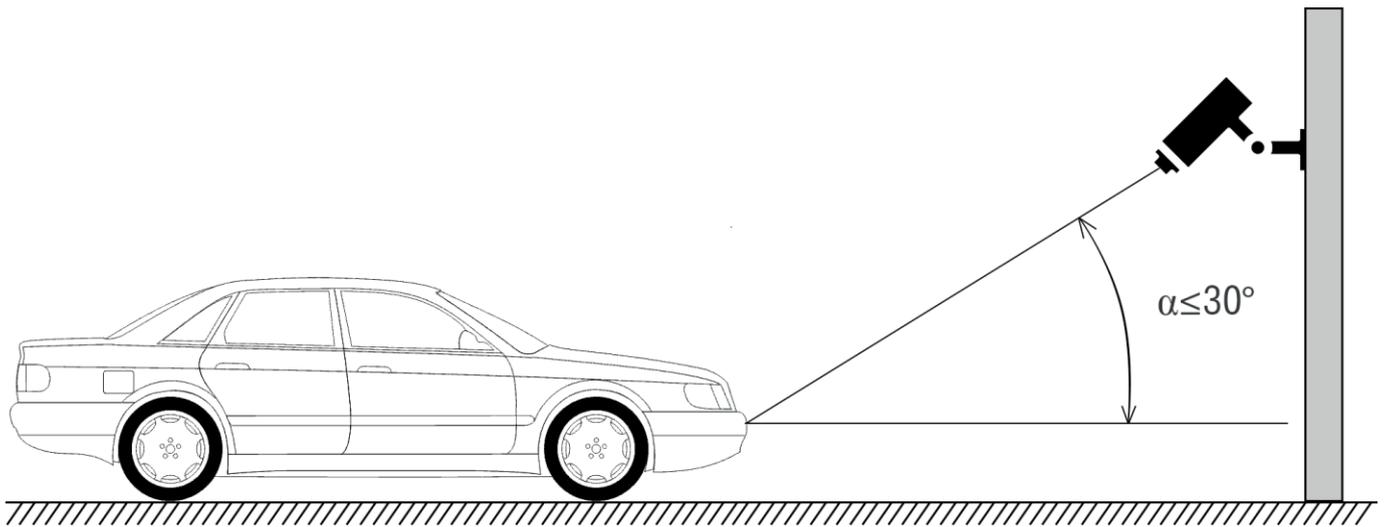
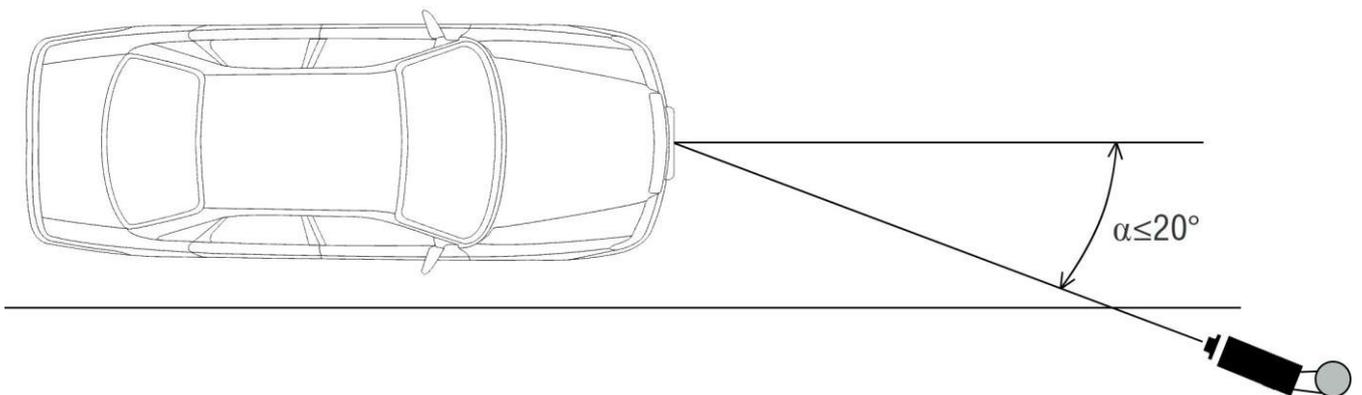

Рис. 2 Вертикальная установка камеры
Рис. 4 Угол установки видеокамеры по горизонтали
- ✓ Максимальный наклон видеокамеры, выражается в градусах по вертикали и горизонтали. Типовые значения составляют, не более 30 градусов по вертикали (рисунок 2, 3), не более 20 градусов по горизонтали (рисунок 4).